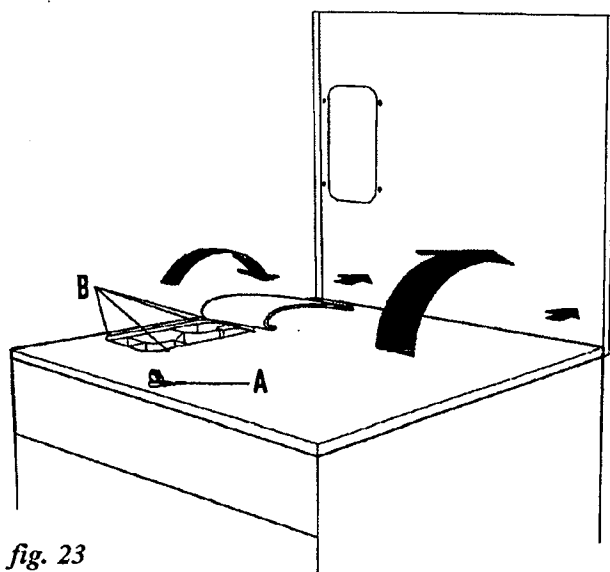
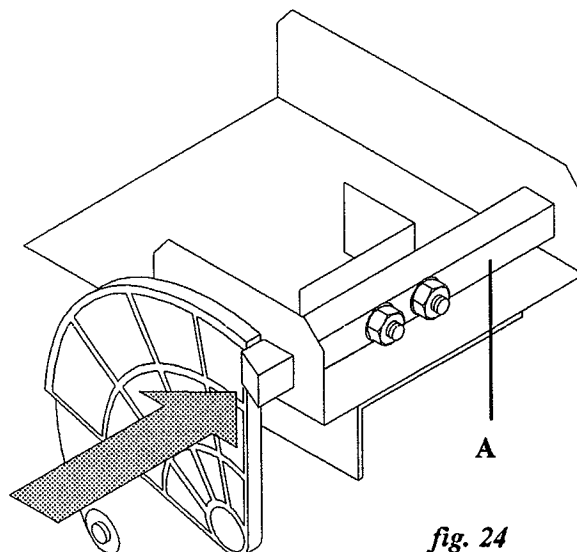

fig. 23
fig. 24
- Unlock at the top cover (fig. 23/A).
- Remove the four screws (B) that secure the dispenser to the top cover.
- Manually move the lock slide (fig. 24/A) to the washer's top rear side. At the same time, open washer's door.
- Abrir la cerradura de la tapa superior de la lavadora (fig. 23/A).
- Desmontar los cuatro tornillos (B) de unión del dosificador con la tapa superior.
- Desplazar manualmente la corredera cierre (fig. 24/A) hacia la parte posterior de la lavadora. Simultáneamente, abrir la puerta de la lavadora.
- Ouvrir la serrure du couvercle supérieur de la machine (fig. 23/A).
- Enlever les quatre vis (B) d'union du bac distributeur avec le couvercle supérieur.
- Déplacer manuellement la coulisse fermeture (fig. 24/A) vers l'arrière de la machine. En même temps, ouvrir la porte de la machine.